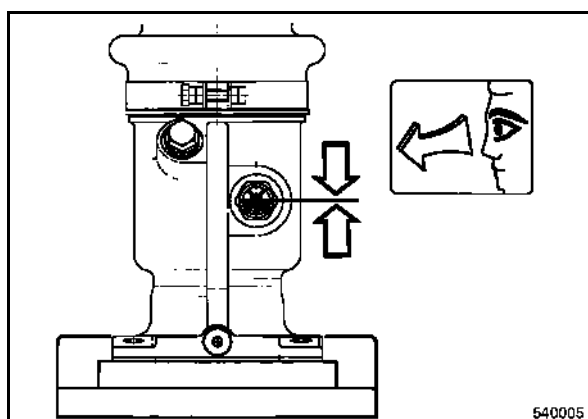

fig. 42
- Nettoyer le regard (fig. 42).